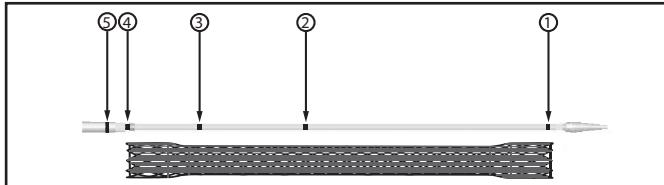
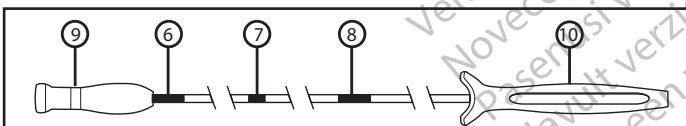

Figura 2. Sistema de aplicação e Marcadores radiopacos (RO).
Figura 3. Sistema de aplicação, Marcadores visuais e Pegas
Existem três marcadores visuais na pega do sistema introdutor para auxiliar na colocação enquanto se utiliza visualização endoscópica (Figura 3). O marcador visual mais distal indica que o stent está completamente aprisionado no sistema introdutor, (Figura 3, n.º 6) um marcador visual indica que o stent está desdobrado a 50% (ponto médio) (Figura 3, n.º 7) e o marcador visual mais proximal indica o ponto em que o aprisionamento do stent já não é possível (Figura 3, n.º 8).
Existem cinco marcadores radiopacos (RO) para facilitar o desdobramento do stent durante utilização de fluoroscopia (Figura 2). Existem dois marcadores RO no tubo interno do sistema introdutor que identificam as extremidades do stent aprisionado (Figura 2, n.º 1 e n.º 4). Existem dois marcadores RO adicionais entre estes dois marcadores RO. Um marcador RO indica o ponto médio do stent (Figure 2, n.º 2). Um marcador RO no tubo interior indica o ponto em que o aprisionamento do stent já não é possível (Figura 2, n.º 3). O quinto marcador RO na extremidade inicial do tubo exterior indica a quantidade de desdobramento do stent (Figura 2, n.º 5).
Se estiver a utilizar orientação fluoroscópica, posicione o stent por forma a que o marcador 2 (figura 2) esteja no centro do tumor ou da fistula. Isto assegura que o stent irá abranger o tumor corretamente.
Comece por desdobrar o stent segurando na pega distal (mais distante do operador, Figura 3, n.º 9) do sistema de aplicação com uma mão. Com a outra mão, segure na pega proximal (mais próxima do operador, Figura 3, n.º 10) e mantenha esta pega estável. Entre as pegas encontra-se um hipotubo com marcadores visuais. Estes marcadores visuais destinam-se a facilitar o desdobramento do stent. Antes de desdobrar o stent, pode ver um marcador na posição de não desdobramento/retração completa (Figura 3, n.º 6).
Para desdobrar o stent, segure na pega distal (mais distante do operador, Figura 3, n.º 9) com uma mão e na pega proximal (mais próxima do operador, Figura 3, n.º 10) com a outra mão. Para desdobrar o stent, puxe a pega distal lentamente na direção da pega proximal, mantendo a estabilidade da pega proximal. Monitorize a libertação do stent fluoroscopicamente e/ou endoscopicamente, mantendo os marcadores do sistema de aplicação entre as margens da estenose identificadas. Se necessário, poderá interromper o desdobramento e ajustar a posição do stent proximalmente sem reaprisionar o stent antes de passar o marcador de retração (Figura 3, n.º 8). Consulte a secção relativa à técnica de retração. Após colocar o stent numa posição satisfatória, continue o processo até ao desdobramento total.
- É possível retrair o stent em qualquer ponto dos marcadores de retração (radiopaco: Figura 2, n.º 3 e visual: Figura 3, n.º 8).
Nota: o stent está completamente retraído se o marcador visual (Figura 3, n.º 6) estiver totalmente visível.
- C. Volte a embainhar o tubo exterior do sistema introdutor puxando a pega distal (Figura 3, n.º 9) para longe do operador. Retire lentamente o sistema introdutor e o fio-guia.